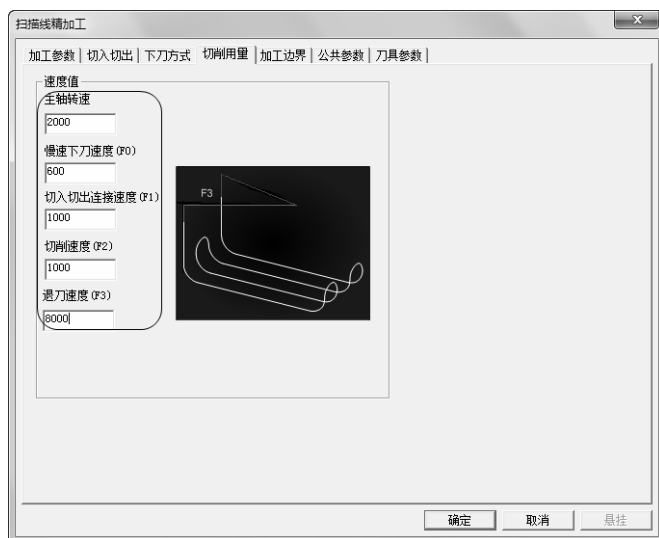

图 3-21 “切削用量”选项卡
4) 单击“切削用量”选项卡，设置“主轴转速”、“慢速下刀速度”、“切入切出连接速度”、“切削速度”、“退刀速度”，具体参数数值如图 3-21 所示。